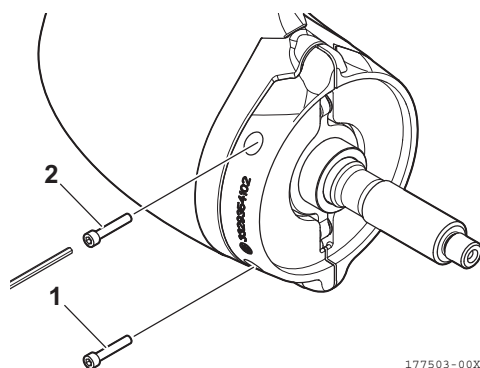
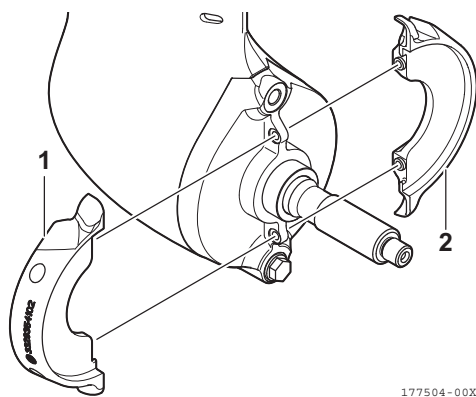

Figure 27
Figure 28
1. À l'aide de la clé hexagonale, desserrez et retirez les vis d'assemblage (1, 2, **Figure 27**) des anodes (1, 2, **Figure 28**).
2. Retirez les anodes (1, 2, **Figure 28**). Nettoyez l'emplacement des vis et des anodes en éliminant tout résidu.